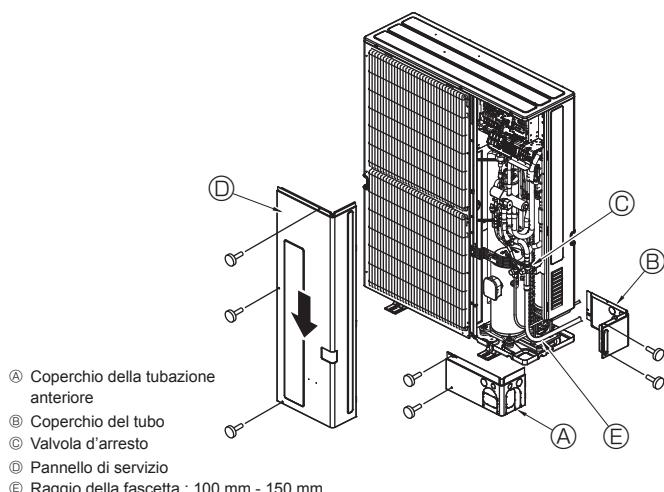

Fig. 4-10
4.5. Tubazione del refrigerante (Fig. 4-10)